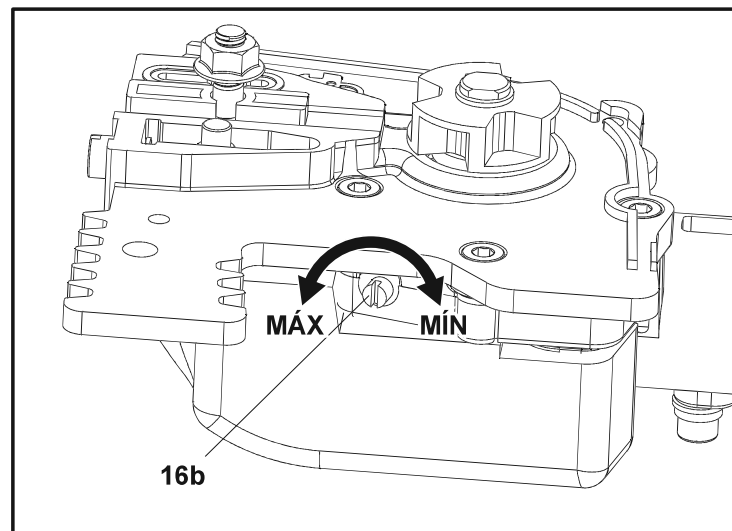

Fig. 20
3. Ajuste o parafuso de ajuste do óleo (16b) do lubrificador na parte inferior do produto para ajustar o fluxo de óleo para correntes utilizando a extremidade plana da chave de parafusos de cabeça dupla fornecida (45), que se encontra na parte inferior do produto (Fig. 20).